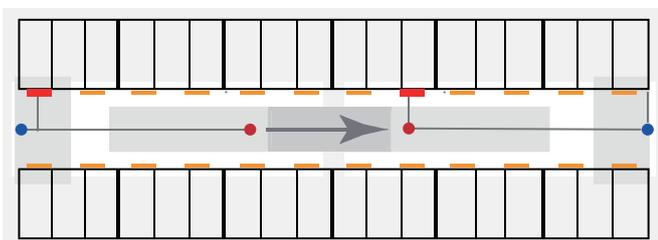
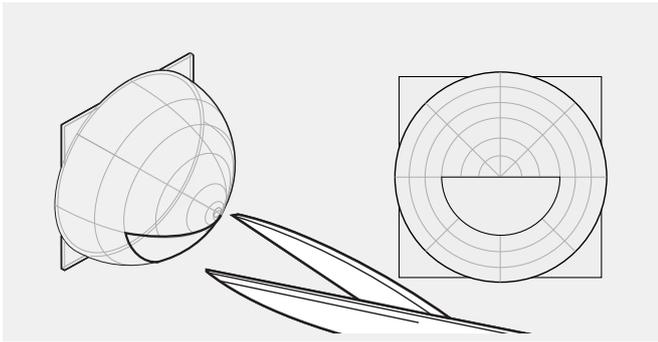

Figure 8:
Figure 12:
- Erfassungsbereich kann mit einer Blende eingeschränkt (abgeschattet) werden (siehe Abbildung 8 und Abbildung 12 auf Seite 20);
Alle Leuchten werden separat mit Netzspannung versorgt. Die Steuerung von bis zu 20 Leuchten in einem System erfolgt per Funk. Die Sensoren werden mittels einer zweiadrigen DALI-Steuerleitung mit der Controller-Leuchte verbunden (siehe Abbildung 8). Es ist zu beachten, dass durch die Sensoren die max. 32 in einem System betreibbaren DALI-Teilnehmer nicht überschritten werden.
Einige Sensoren IS 3360 werden mit Blenden versehen, so dass sich eine Abschattung des Erfassungsbereichs ergibt, wie in Abbildung 8 dargestellt (siehe Montageanleitung des Sensors). In einigen Fahrwegen sind mehrere Systeme erforderlich, um alle installierten Leuchten ansteuern zu können. Da diese voneinander unabhängig funktionieren, müssen sich im Fahrweg die Erfassungsbereiche der Sensoren benachbarter Systeme überschneiden (siehe Abbildung 8). So kann ein vorauslaufendes Licht realisiert und damit verhindert werden, dass ein Fahrzeug in eine Dunkelzone fährt.